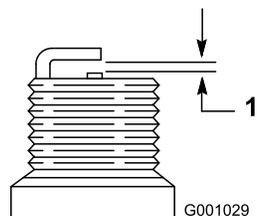

Figura 57
7. Regolate la luce tra gli elettrodi della candela nuova a 0,76 mm (Figura 57).